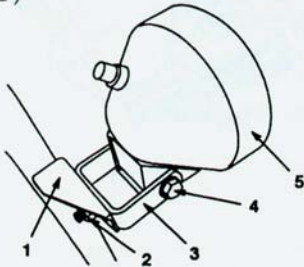

图 23
1. 放松 U 型架上紧固灯托架和扶手的两个螺母。(图 23)